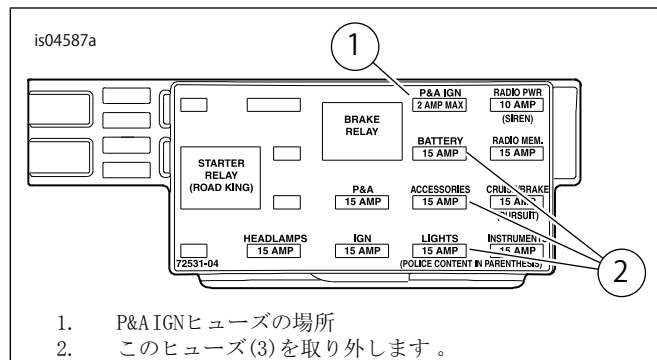

図13。P&A IGNヒューズキャビティ (2004年から2007年Touringモデル)
- 2004～2007年モデル:「図13」を参照してください。「P&A IGN」「2AMAX」(1)と書かれたヒューズキャビティを見つけます。この列に現在取り付けられているヒューズ(2)を3個取り外し、それぞれの位置をメモします。
- キットからオレンジ/白ヒューズブロックアダプターワイヤー(17)を取り出します。各末端のターミナルを確認します(「図13、上面図」を参照)。スプリングタブ付きターミナルのみが、ヒューズのキャビティに適合します。慎重に、スプリングタブなしターミナルを配線から切り取り、廃棄します。